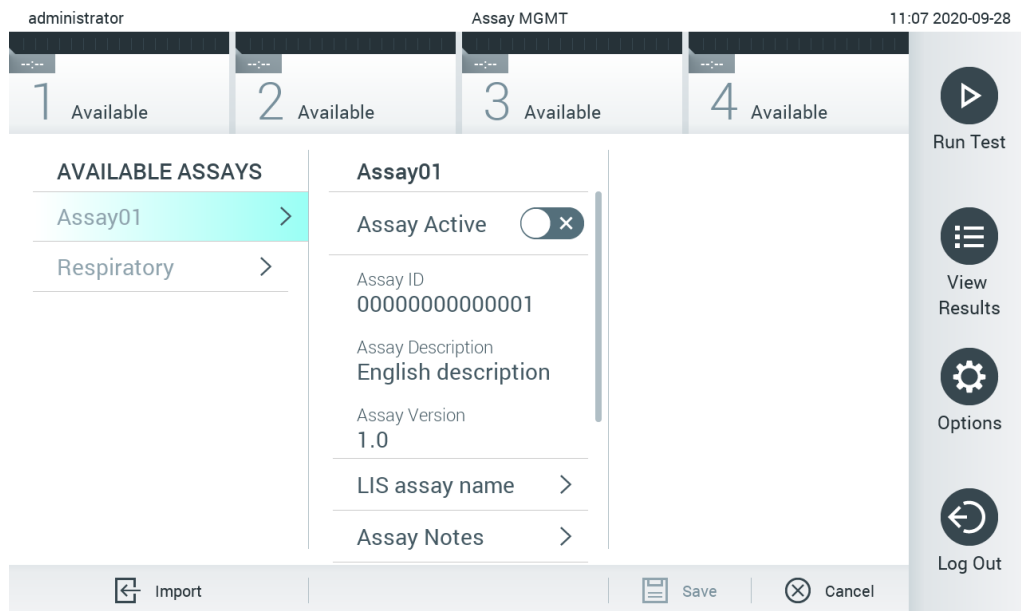

Рис. 66. Екран Assay Management (Керування аналізами).
2. Щоб імпортувати нові аналізи в аналізатор КВІАстат-ДКс (QIAstat-Dx) 1.0, натисніть кнопку **Options** (Параметри), а потім – **Assay Management** (Керування аналізами). Екран **Assay Management** (Керування аналізами) з'явиться в області вмісту дисплея (рис. 66).